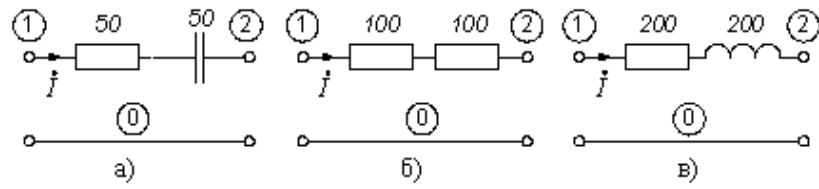

Рисунок 6.3
13) На рис.6.3 приведены фрагменты схем с указанием сопротивления элементов в омах для некоторой частоты ω_1 ; вычислите значение тока на частоте ω_1 , если узловые напряжения \dot{U}_{10} и \dot{U}_{20} на этой частоте имеют следующие значения: